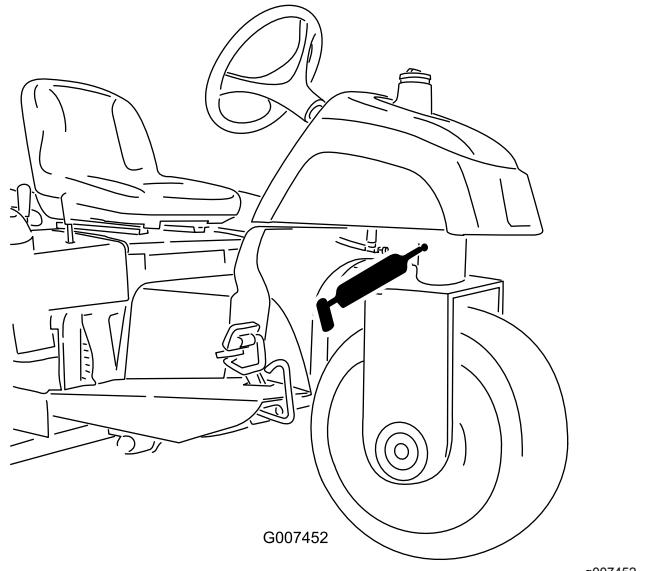

Figura 22
- 1 cojinete en el pivote de dirección (Figura 22).